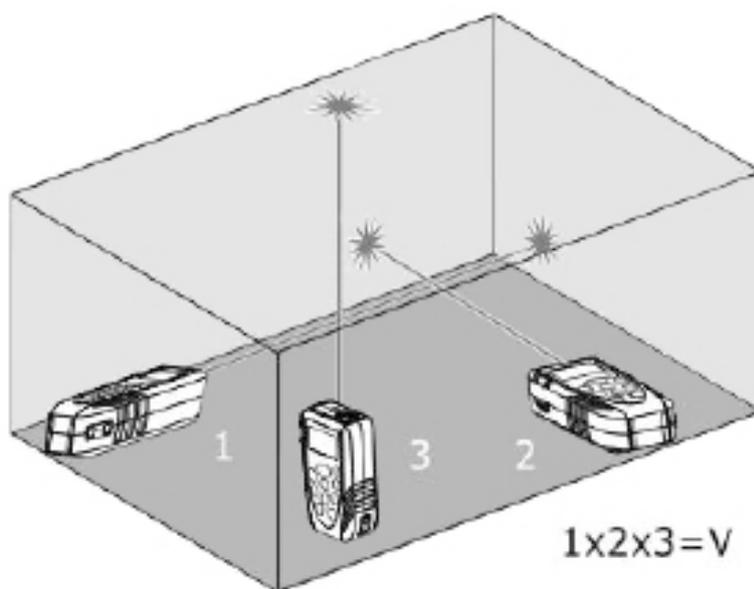

Fig. 8: Exemplo de medição de Volume
3. Premir o botão  ou o botão lateral **MEAS** para efetuar a primeira medição (comprimento) da superfície (ver Fig. 8). O valor correspondente é inserido no primeiro display parcial. O símbolo "" é apresentado com o lado "1" intermitente
4. Premir novamente o botão  ou o botão lateral **MEAS** para efetuar a segunda medição (largura) da superfície (ver Fig. 8). O valor correspondente é inserido no segundo display parcial. O valor da área correspondente é apresentado no display resultante. O símbolo "" é apresentado com o lado "2" intermitente
5. Premir agora o botão  ou o botão lateral **MEAS** para efetuar a terceira medição (altura) (ver Fig. 8). O valor total do volume é apresentado no display principal resultante
4. Colocar o instrumento na posição mais horizontal possível (2) da medição (ver Fig. 8) e premir o botão  ou o botão lateral **MEAS** para efetuar a medição. O resultado é apresentado no segundo display parcial. O símbolo “” é apresentado no display com o lado “3” intermitente